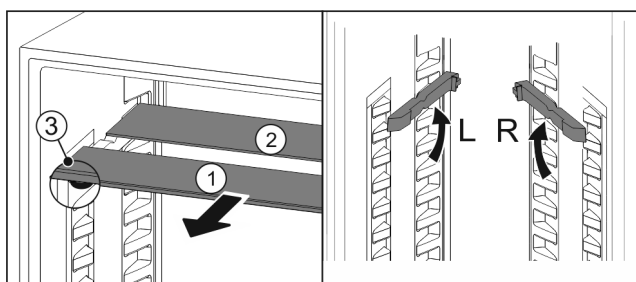

Fig. 85
- ▶ Wyciągnąć Fig. 85 (1) pojedynczo półki szklane do przodu.
- ▷ Płyta szklana Fig. 85 (1) z listwą ozdobną znajduje się z przodu.
- ▷ Stopery Fig. 85 (3) wskazują w dół. Urządzenia z komorą zamrażalnika*